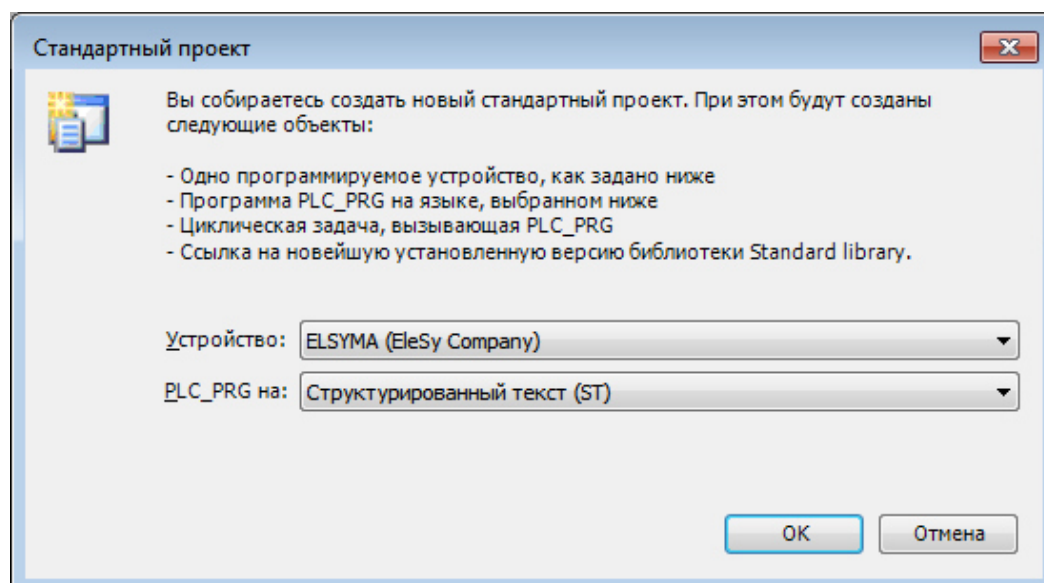
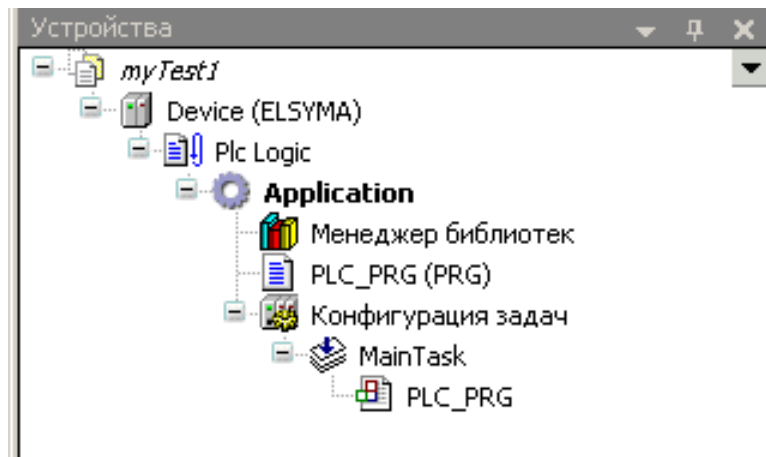

Рисунок 3.3 – Настройка стандартного шаблона проекта
Рисунок 3.4 - Дерево объектов проекта
4. В окне «**Стандартный проект**» в списке **Устройство:** выбрать контроллер – *ELSYMA (EleSy Company)*, в списке **PLC_PRG на:** – язык реализации основного программного компонента – *Структурированный текст (ST)* (рисунок 3.3). Нажать кнопку «**OK**». Созданный проект отображается в области Устройства в виде дерева объектов (рисунок 3.4).